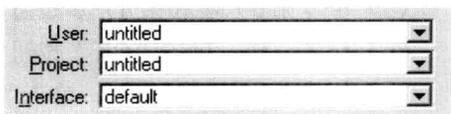

图 2-4
(1) WorkSpace 工作空间的 User (用户)、Project (项目) 和 Interface (界面) 组件可在 MicroStation 文件管理器中设置。
(2) 在 MicroStation 文件管理器对话框中能够看到工作空间一些列表框, 从中可以选择设置特定的 User (用户)、Project (项目) 和 Interface (界面), 如图 2-4 所示。